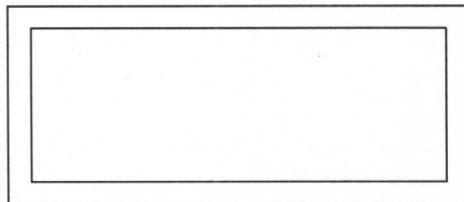

图 3-3 偏移图形
3. 选择“修改”/“偏移”命令，将矩形向内偏移 80mm ，结果如图 3-3 所示。